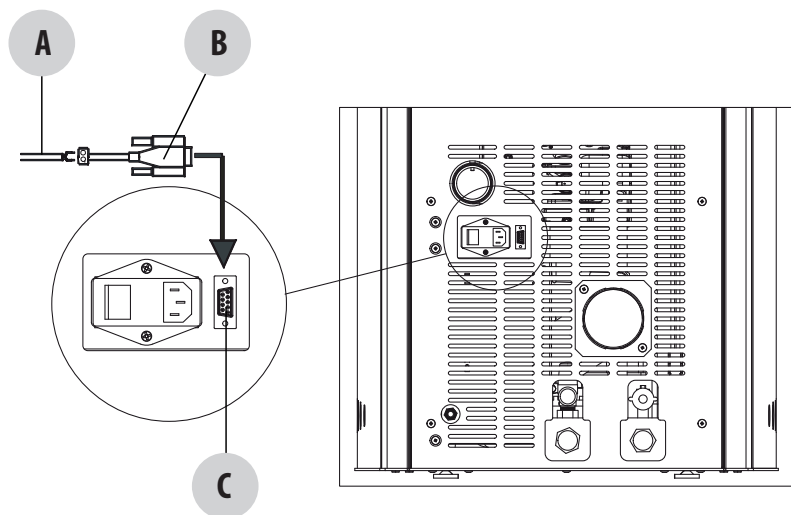

ABB. 6
- Wenn es an der Rückseite des Ofens eine Steckbuchse gibt, sind die Kabel 1-2 des Empfängers an die Klemme des seriellen Steckverbinders (mit dem Ofen/Heizkessel mitgeliefert) anzuschließen und dieser in die Buchse zu stecken (Abbildung 6).
Wenn im Ofen die unten abgebildete Bedientafel (Abb. 6) eingebaut ist, wie folgt vorgehen: